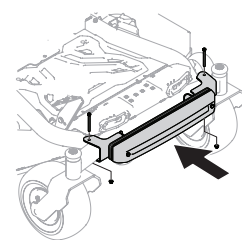

Figure 31
3. Centrez visuellement la barre de pesée sur le tracteur et utilisez deux vis à tête hexagonale de 7/16 po (710-3056) et deux écrous (712-04063) pour fixer l'ensemble de contrepoids au tracteur, comme illustré à la Figure 31.